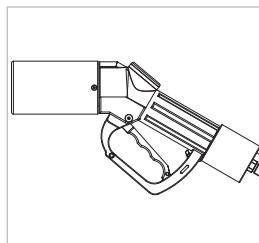

Figure 9
- ▶ Décrochez le nozzle de ravitaillement du distributeur. Le levier de commande (n° 6) doit être en position OFF (*Figure 9*).